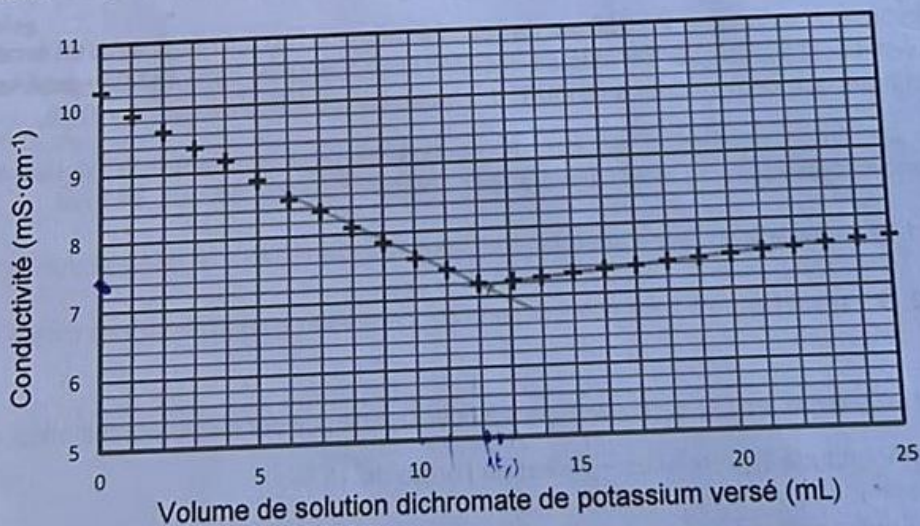

Figure 2. Courbe de titrage conductimétrique de l'eau analysée
La courbe du titrage obtenue est présentée dans la figure 2 ci-dessous.
5. À partir de l'exploitation de la **figure 2**, montrer que la quantité de matière des ions  $\text{Fe}^{2+}$  qui ont été versés en excès  $n(\text{Fe}^{2+})_{\text{excès}}$  vaut environ 3,6 mmol.